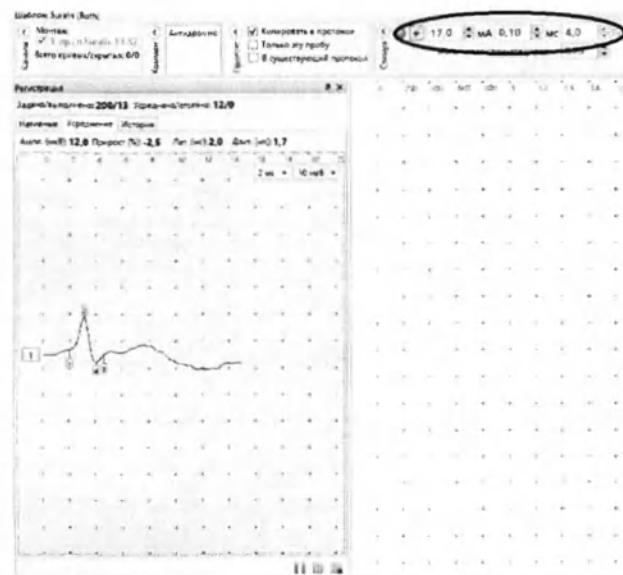

Рис. 123. Основные параметры регистрации
9. Проведите одиночную стимуляцию, постепенно увеличивая силу стимула с шагом 1 мА, до получения ответа. Средняя сила стимула — 12–18 мА, длительность стимула — 100 мкс (рис. 123).